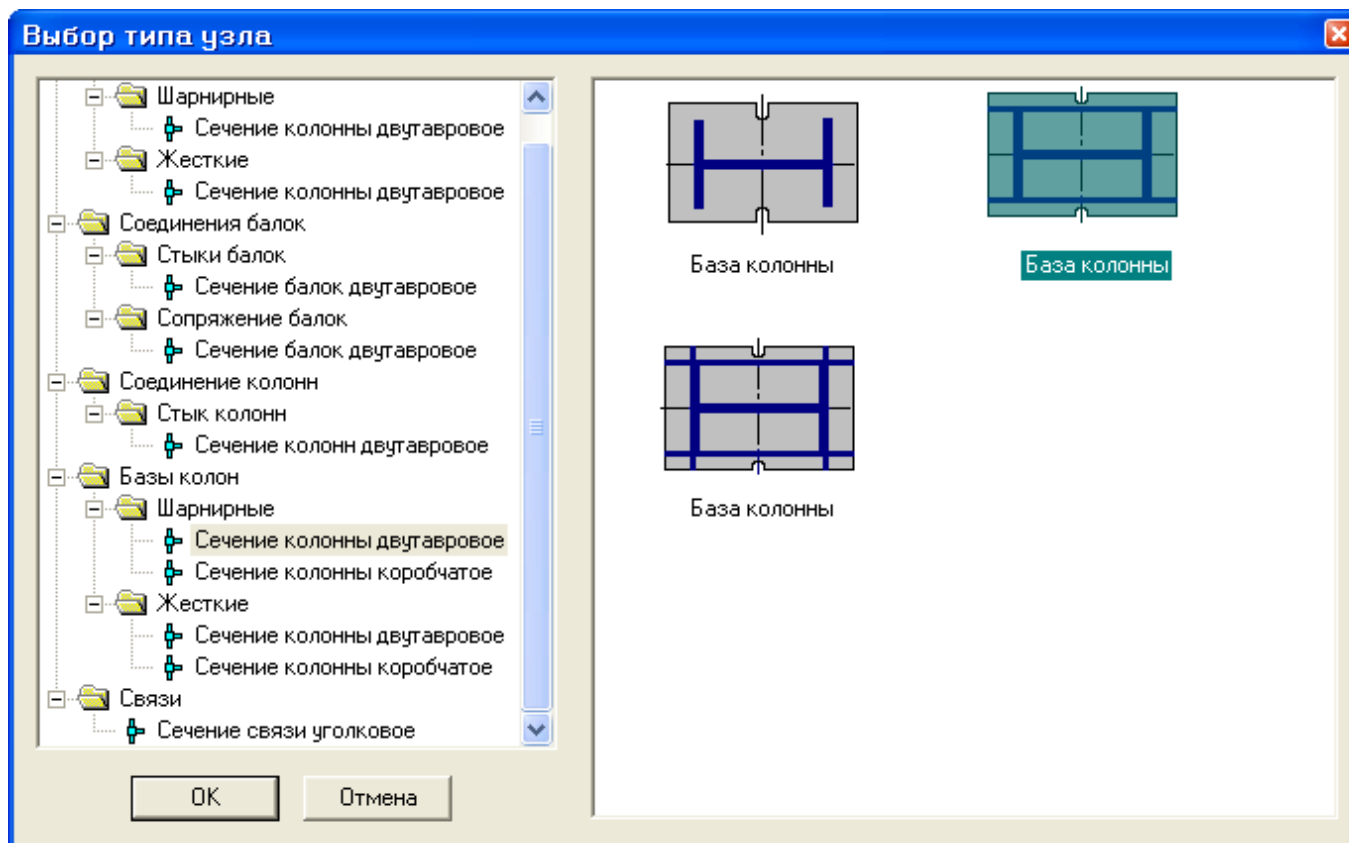

Рис.12.29. Диалоговое окно **Выбор типа узла**
- В правой части окна выберите двойным щелчком мыши базу колонны с траверсами как показано на рис.12.29.